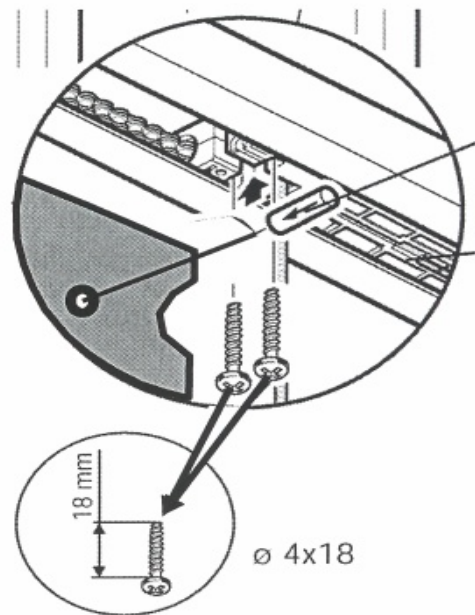

Fig. 3
Monteer het slede-stangen koppelstuk (E) in de slede. Zie fig 3.
Gebruik voor montage van het slede-stangen koppelstuk in de slede altijd de met de aandrijving bijgeleverde schroeven! Zie fig 3
Let erop dat de bevestigingsbeugel aan de bovenkant van de vleugel op max. 150 mm vanaf het uiteinde van de deurvleugel geplaatst wordt (zie fig. 3).